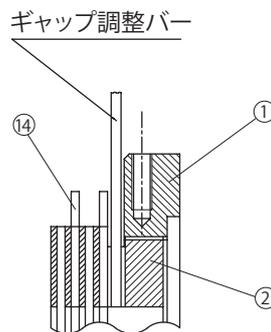

図 8-40
フィールド④側から見て左に回すとギャップが狭くなります。(図 8-40 参照)
- (4) アウターディスク⑭とセンターリング①の間には、取付ボルト③と固定ボルト①が交互に6本ずつ通っているため、ギャップ調整バーを回していくとそれらのボルトに当たります。ギャップ調整ネジ②には8等配の溝があり、ギャップ調整バーがボルトに当たるごとに(3)を繰り返して、ギャップ G を規定値に調整します。
- (5) ストッパー⑯を、規定ギャップに最も近い溝とネジ穴の点を選び取り付けてください。
- (6) ブレーキの手動解放を元の状態に復帰させた後、電源を入・切してブレーキ動作を確認してください。
- (7) ブレーキカバー㉒、Vリング㉓、ファン⑦、ファンセットボルト⑩、カバー⑧、屋外カバー㉑を取り付けます。この時ファンセットボルト⑩には、スリーボンド TB2365 を塗布してください。